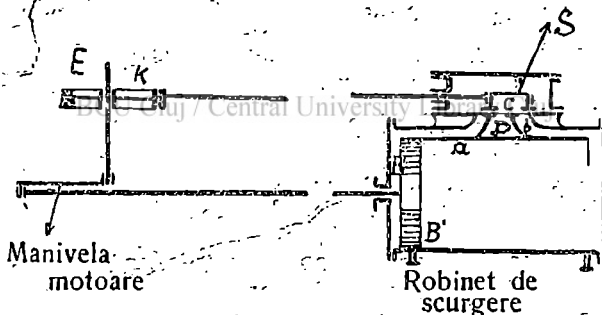

Fig. 10
Cilindrele se fac de fontă cam de 30 m/m grosime (Fig. 10) și se compun : 1. dintr'un sul găurit, bine strunjit pe dinăuntru și prevăzut cu două capace, la unul din ele, este lipită *cutia cu garnituri* prin care trece coada pistonului,
2. din *cutia sertarului* (S Fig. 10) sau camera de distribuție care comunică cu cazanul printr'o țevă numită *de admisiune* dar și cu atmosfera, prin *țevă de emisiune*.
când cealaltă va comunica cu atmosfera. Pune-rea în comunicație a fețelor pistonului când cu aburul când cu atmosfera, se face prin ajutorul sertarului S' (fig. 10). Aceasta are forma unei cutii răsturnate și reazemă, menținută de presiunea aburului, pe fundul cutiei sertarului, numit *oglină* în care vin canalele a , b , și D .
Pistonul e pus în mișcare în chipul următor: Când pistonul este la capătul cursei sale, sertarul deschide puțin canalul a (fig. 10) în timp ce canalul b este în legătură cu D , deci cu atmosfera prin scobitura C a sertarului.